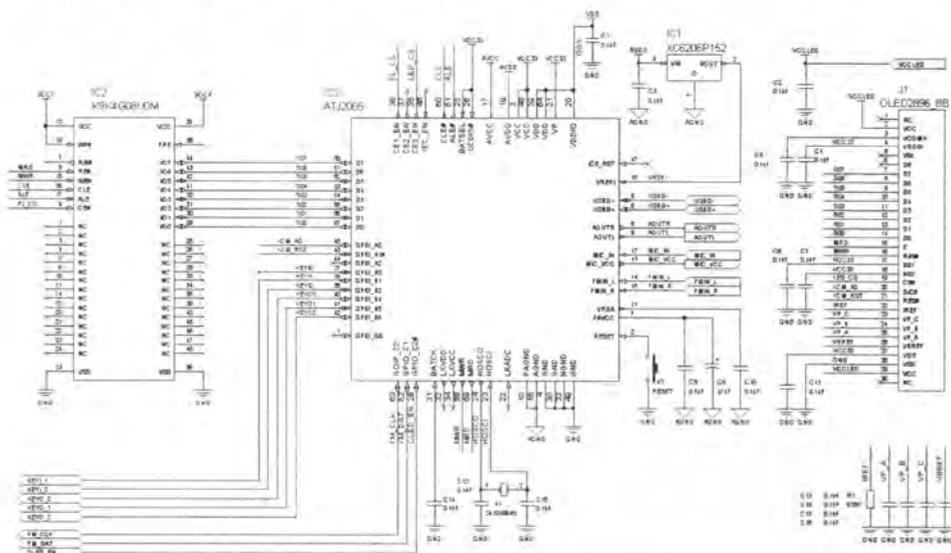

图 4-45 子原理图“CPU. SchDoc”
- [4] 执行【Place】/【Port】命令，或者单击【Wiring】工具栏中的放置输入/输出端口图标，在对应位置处放置输入/输出端口，并使用【端口属性】对话框进行属性设置，最后完成的原理图“CPU. SchDoc”如图 4-45 所示。
- [4] 放置各种所需的元器件并进行电气连接，完成子原理图“CPU.SchDoc”的绘制，如图 4-45 所示。